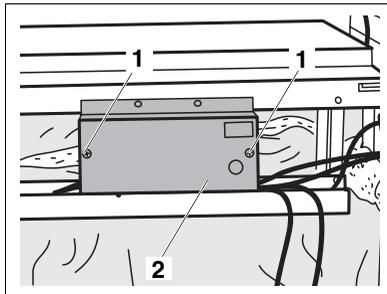

Abb. 7 Brennersteuerung öffnen
- Drehen Sie die Schrauben (Abb. 7, Pos. 1) mit einem Schraubendreher aus dem Gehäuse der Brennersteuerung heraus.
- Nehmen Sie den Gehäusedeckel der Brennersteuerung ab (Abb. 7, Pos. 2).